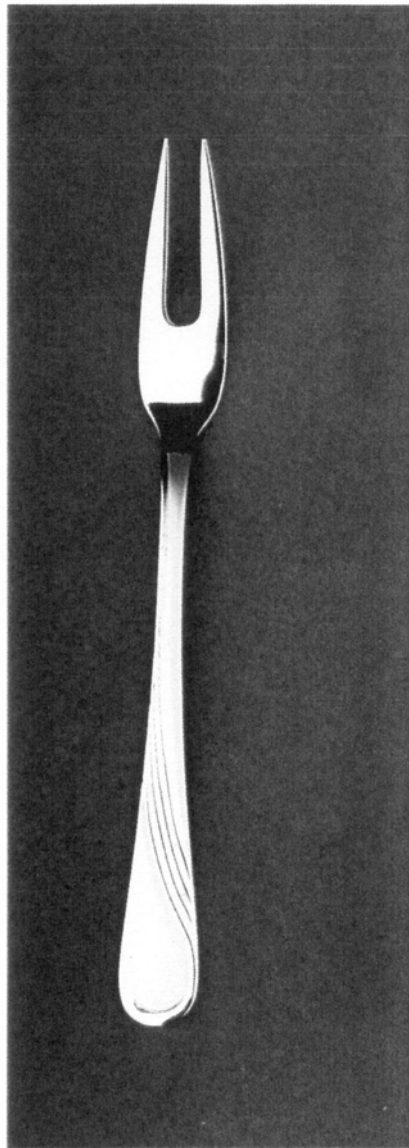

Fig. 1.8
- Fig. 1.8. przedstawia widok widelca do mięs